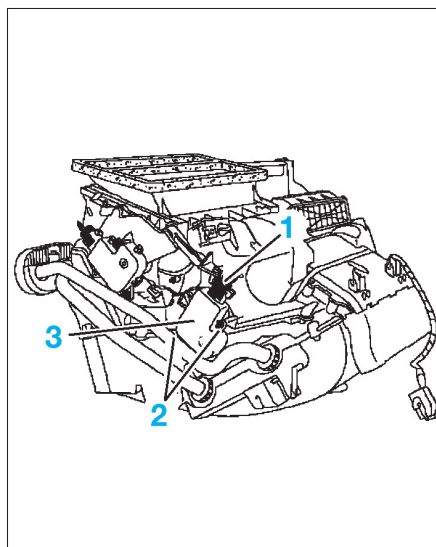

FIG. 22
- Débrancher le connecteur (1) (fig. 22).
- les vis de fixation (2).
- le moteur de mixage gauche (3).